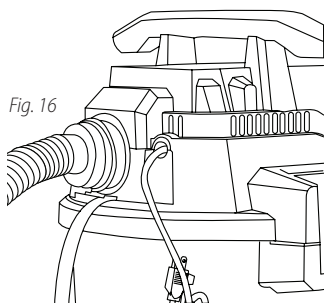

Fig. 16
36. Cet aspirateur peut être utilisé comme un puissant souffleur **3**. Nettoyez le tuyau **12** de toute obstruction. Insérez l'extrémité du tuyau comportant l'écrou autobloquant dans le port du souffleur **3** et serrez l'écrou auto-bloquant. **Fig. 16**. Ne serrez pas trop. En raison de la puissante force de l'air lors de l'utilisation de certains accessoires, il faut être prudent lors de l'utilisation en tant que souffleur **3**.